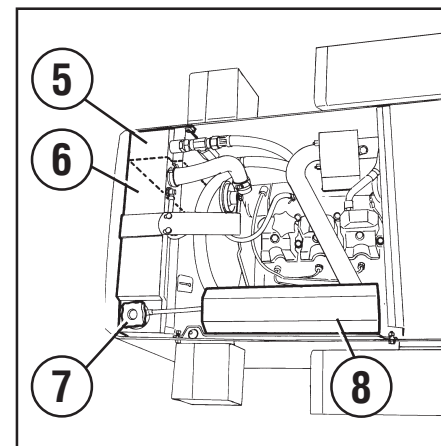

Fig. 12
- Kølerlegeme (5 Fig. 12), der har til formål at afkøle olien i det hydrostatiske system.
- Kølerlegeme (6 Fig. 12), der har til formål at afkøle vandet i motorens kølesystem.
Vandet til afkøling af motoren påfyldes gennem studsene (7 Fig. 12).
Afskærmningen (8 Fig. 12) har til formål at beskytte motorhjelmens af forstærket glasfiber mod eventuel overophedning, der skyldes motorens udstødningsrør.